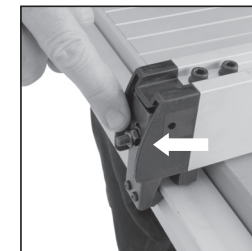

Fig. 15
- Tourner l'écrou de réglage pour la pression de serrage (**fig. 15**) de la largeur d'une surface latérale de l'écrou soit dans le sens des aiguilles d'une montre, soit dans le sens inverse.